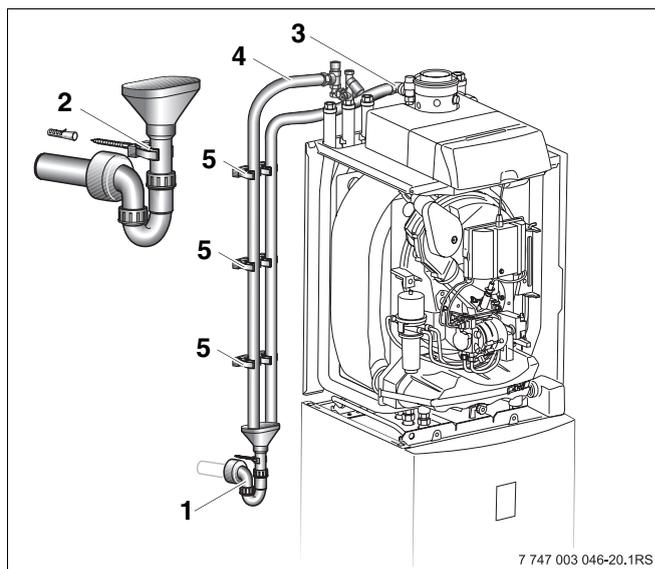

Bild 40 Trichtersiphon montieren
- Rohr-Wandhalterung (Bild 40, **Pos. 2**) des Trichtersiphons (Bild 40, **Pos. 1**) mit Dübel und Schraube an der Wand befestigen.
- Anschlussverschraubung des Trichtersiphons (Bild 40, **Pos. 1**) an das bauseitig erstellte Abflussrohr montieren.
- Trichtersiphon (Bild 40, **Pos. 1**) mit Rosette montieren.
- Trichtersiphon (Bild 40, **Pos. 1**) auf Wandhalterungen (Bild 40, **Pos. 2**) stecken.
- Kunststoff-Wellschlauch (Bild 40, **Pos. 3**) auf Anschluss der Sicherheitsgruppe (heizkreisseitig) aufstecken und mit Schelle sichern.
- Kunststoff-Wellschlauch (Bild 40, **Pos. 4**) auf Anschluss der Sicherheitsgruppe (wasserseitig) aufstecken und mit Schelle sichern.
- Schlauch-Wandhalterungen (Bild 40, **Pos. 5**) mit Dübeln und Schrauben an der Wand befestigen.
- Kunststoff-Wellschläuche (Bild 40, **Pos. 3** und **4**) auf Schlauch-Wandhalterungen aufstecken.